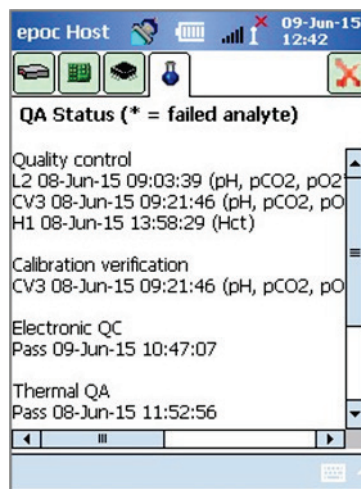

Figure 58
- c. Accédez au quatrième onglet (Figure 58) afin d'afficher l'état AQ actuel du Reader.